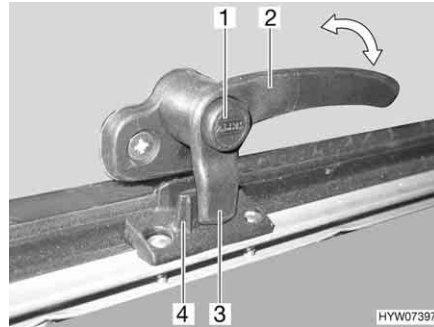
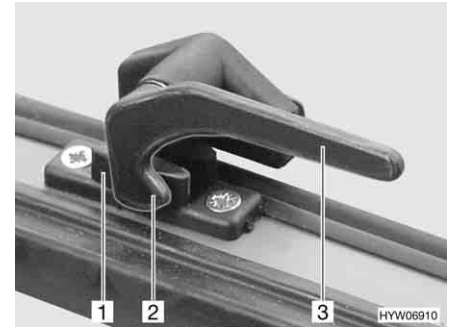

Fig. 71 Leva di serraggio con bottone di sicurezza in posizione "Chiuso"
Fig. 72 Leva di serraggio in posizione "Chiuso"
- Se presente, premere e tenere premuto il bottone di sicurezza (Fig. 71,1).
- Ruotare la leva di serraggio (Fig. 71,2 o Fig. 72,3) di un quarto di giro verso il centro della finestra.
- Ruotare la leva di serraggio (Fig. 71,2 o Fig. 72,3) di un quarto di giro verso il telaio della finestra. Il nasello di chiusura (Fig. 71,3 o Fig. 72,2) della leva di serraggio si trova completamente sul lato interno della chiusura della finestra (Fig. 71,4 o Fig. 72,1).
- In posizione "Completamente chiusa" (Fig. 71 e Fig. 72)